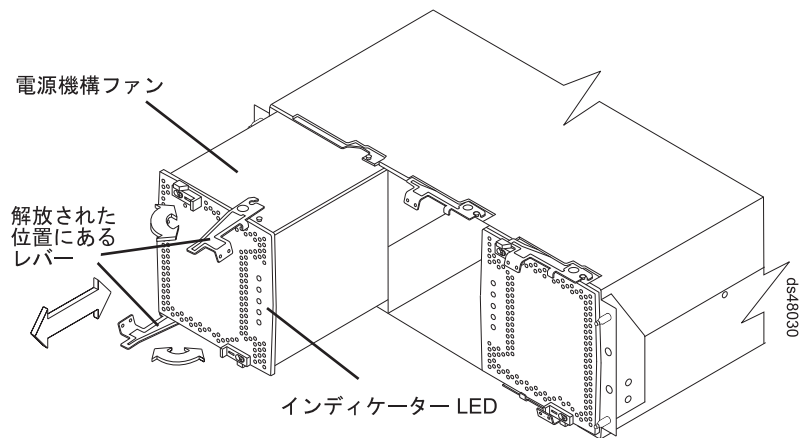

図 21. 電源機構およびファン・ユニットの交換
1. 電源機構およびファン・ユニットを交換します。52 ページの図 21 に、電源機構およびファン・ユニットと電源機構レバーおよびファン・ユニット・レバーの位置と正しい向きを示します。電源機構およびファン・ユニットは、必ず、正しい向きでエンクロージャーに収まるようにキー溝が付いています。コンポーネントの方向が正しい場合、各コンポーネントの片方の端に沿ったくぼみは、エンクロージャーの出っ張りとは位置が合います。コンポーネントを取り付ける前に、インディケータ LED がストレージ・サブシステムの中心に近くなるように、コンポーネントを回します。